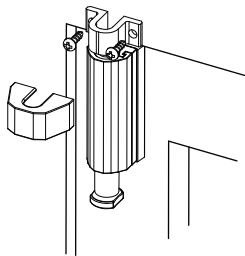
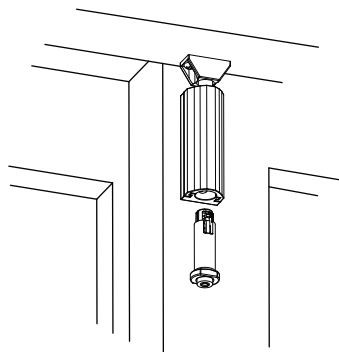
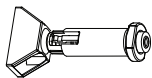

Fig 3.
Fig 4.
Fig 5.
5. Place the pull key into the back of the assembled body and rotate gently until it finds the correct alignment and push the button, locking it in place. (Fig 4)
6. Locate the keeper and install with the two #6 panhead screws. Clip the cover over the keeper to hide the screws. (Fig 3) An alternate orientation of keeper for vertical mounting is supplied. (Fig 5) Use the second keeper as a location for the Pull-key when not engaged in the lock. (Fig 5)
5. Mettez la clé-tirette dans le dos du support assemblé et pivotez délicatement jusqu'à ce qu'elle trouve le bon alignement et poussez le bouton, en le verrouillant en place. (Fig. 4)
6. Localisez la gâche installez-la avec les deux vis de mécanique à tête tronconique n° 6. Attachez le couvercle sur la gâche pour cacher les vis. (Fig 3). Une autre orientation de gâche est fournie pour l'installation verticale. (Fig. 4) Utilisez la deuxième gâche comme positionnement de la clé-tirette lorsqu'elle n'est pas engagée dans la serrure. (Fig. 5)
5. Coloque la llave de bloqueo en la parte trasera de la caja armada y gire suavemente hasta que quede bien alineada y presione el botón, trabándola en su lugar. (Fig. 4)
6. Ubique el dispositivo de cierre e instálelo con los dos tornillos de cabeza troncocónica N.º 6. Coloque la cubierta sobre el dispositivo de cierre para que los tornillos queden ocultos. (Fig. 3) Se proporciona un dispositivo de cierre de orientación alternativa para montaje vertical. (Fig. 4) Use el segundo dispositivo de cierre como lugar para la llave de bloqueo cuando no esté trabada en el cerrojo. (Fig. 5)